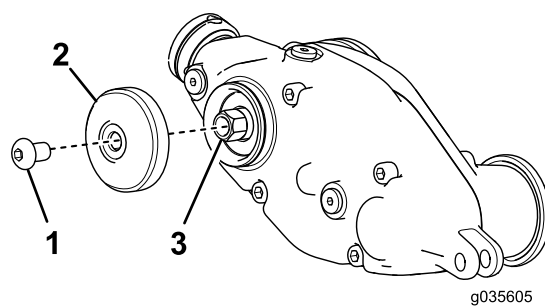

Рисунок 13
7. **Только для универсальной механической щетки в сборе (без установленного комплекта щетки заднего валика):** установите наружную крышку с помощью винта со сферической головкой с внутренним шестигранником (5/16 x 1/2 дюйма), как показано на Рисунок 13.